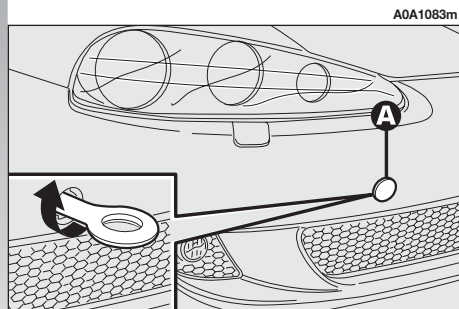
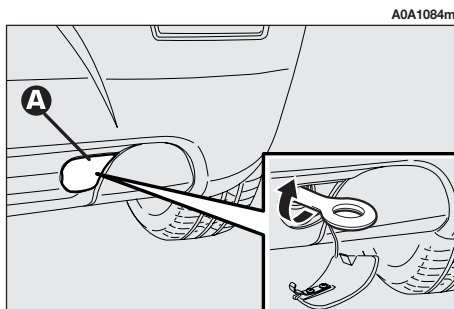

fig. 52
fig. 53
— Rimuovere il coperchietto (A) inserito a pressione sui paraurti anteriore (fig. 52) o posteriore (fig. 53). Per questa operazione, nel caso si utilizzi il cacciavite in dotazione con lama a punta piatta, occorre proteggere la punta stessa con un panno morbido, al fine di evitare l'eventuale danneggiamento della vettura.